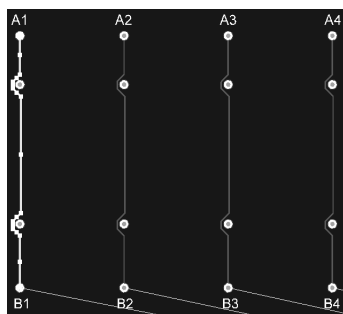

图 14-41 最终结果
(6) 继续移动光标到焊盘 A3 和 A4 的中心并单击鼠标左键，完成粘贴工作，结果如图 14-41 所示。